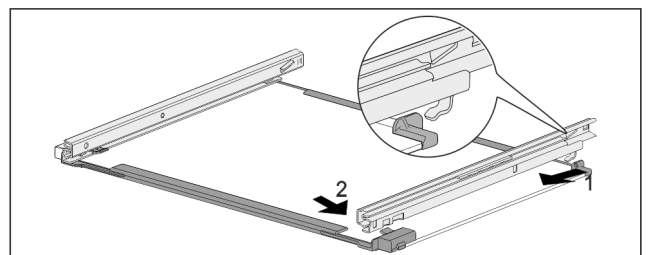

Fig. 143 Üveglap sínekkel
- ▶ Akassza be hátul a sínt. Fig. 143 (1)
- ▶ Elöl pattintsa be a sínt. Fig. 143 (2)